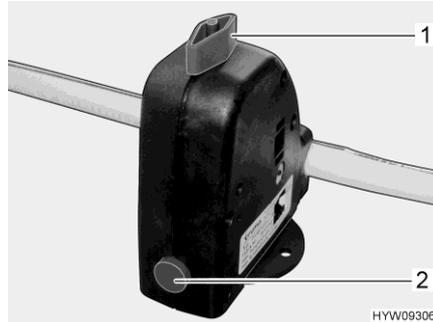

Fig. 112 Valve de sécurité et de vidange (chauffe-eau)
Le chauffe-eau est équipé d'une valve de sécurité et de vidange (Fig. 112). La valve de sécurité et de vidange empêche que l'eau ne gèle dans le chauffe-eau lorsque le chauffage n'est pas allumé en cas de gel.
- Fermer la valve de sécurité et de vidange. Tourner pour cela le bouton rotatif (Fig. 112,1) dans le sens transversal par rapport à la valve de sécurité et de vidange et enfoncez le bouton-poussoir (Fig. 112,2).
- Ouvrir la valve de sécurité et de vidange. Tourner le bouton rotatif (Fig. 112,1) dans le sens longitudinal par rapport à la valve de sécurité et de vidange. Le bouton-poussoir (Fig. 112,2) ressort. Le chauffe-eau est vidé à l'extérieur par le biais de la valve de sécurité et de vidange.